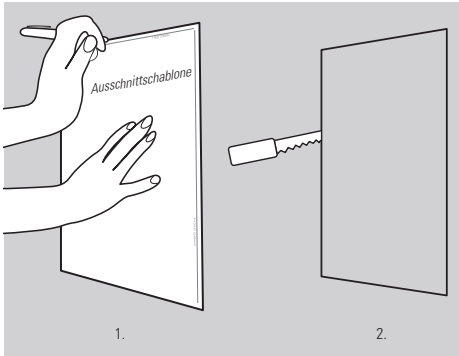

Abbildung 5
1. Verwende die mitgelieferte Montageschablone zum Markieren der Lautsprecherposition. Säge die passende Größe aus. (Abbildung 5)